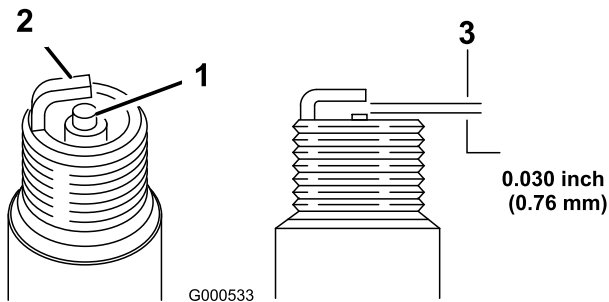

Figura 43
- Mire la parte central de las bujías (Figura 43).
- Compruebe la separación entre los electrodos central y lateral (Figura 43) y doble el electrodo lateral si la separación no es correcta.